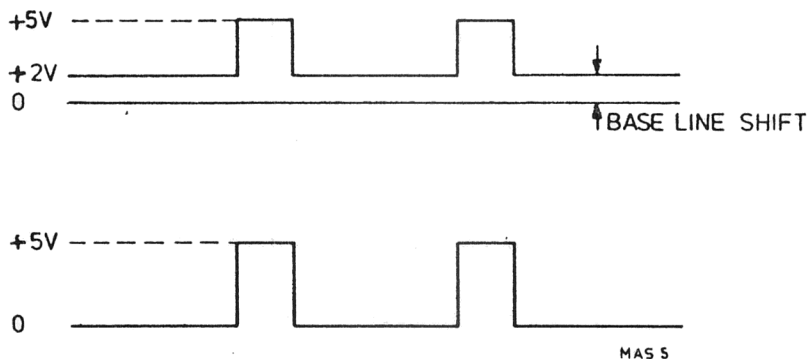

Fig. VI-2 : Ligne de base offset PM 5705
- Tourner la commande BASE LINE OFFSET et observer la dérive de la ligne de base, fig. VI-2.